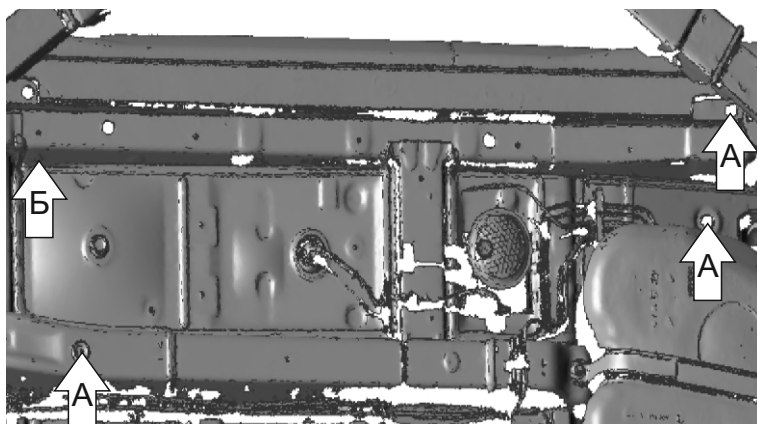

Рис. 2
3. Установить закладные M10x110/30 (отв. А) и M8x70/20 (отв. Б) (Рис. 2)